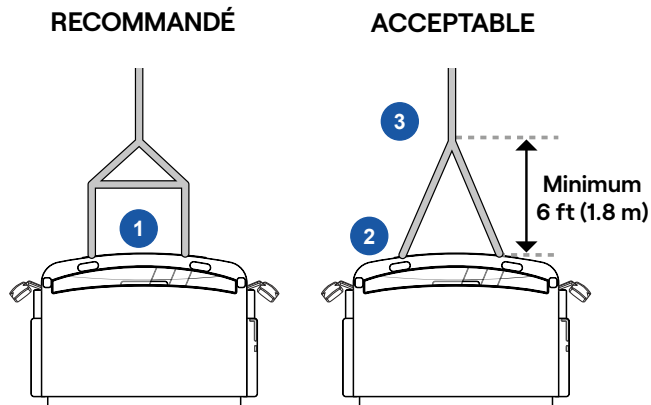

Figure 29 - Dispositif de traction
1. Utilisez des chaînes ou des câbles pour répartir la charge uniformément entre les deux points d'ancrage (voir l'une ou l'autre des options à la **Figure 29**).
3. Utilisez une barre pour répartir la charge entre les deux points d'ancrage (**Figure 29 no. 1**).
4. Sans une barre utilisez deux chaînes d'au moins 6 pi (**Figure 29 no. 2**) avant de les relier au câble de véhicule remorqueur (**Figure 29 no. 3**).